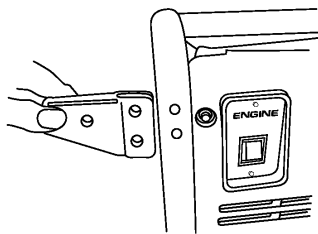

FIGURA 9: Soporte de manija al armazón
1. Sostenga el soporte de la manija sobre los orificios del armazón como se muestra en la Figura 9.